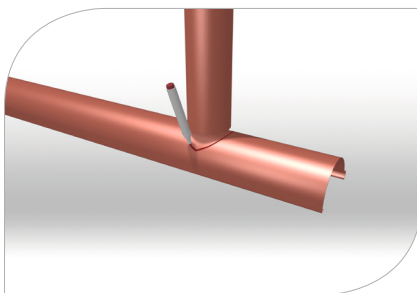

рис. 11
- 3.6 В месте, в котором будет смонтирована воронка, вырежьте круглое отверстие в дне желоба диаметром, равным диаметру водосточной трубы. Края отверстия отогните согласно направлению стока воды и предохраните раствором Galeco (**рис. 11, 12, 13**)